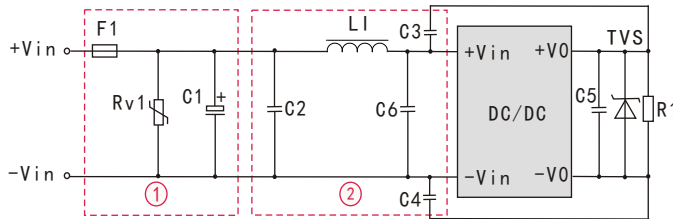
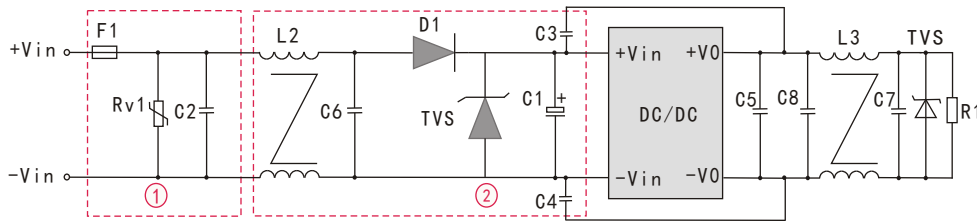

图4
图5
注：1、图4中和图5第①部分用于EMS测试；第②部分用于EMI滤波，可依据需求选择；